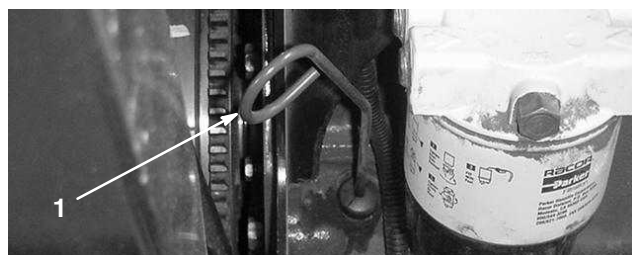

Figure 11
2. Retirez la jauge (Fig. 11) et essuyez-la sur un chiffon propre. Remettez la jauge dans le tube en vérifiant qu'elle est enfoncée au maximum. Sortez de nouveau la jauge et vérifiez le niveau d'huile. Si le niveau est bas, faites l'appoint pour amener le niveau au repère du plein (FULL) sur la jauge.